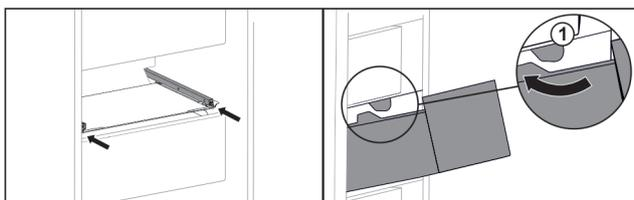

Fig. 149
- ▶ Far passare il cassetto intorno ai fermi Fig. 149 (1).